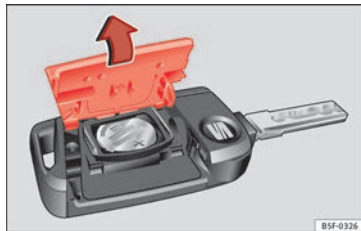

Abb. 127 Fahrzeugschlüssel: Deckel des Batteriefachs öffnen.
- Abdeckung auf der Rückseite des Fahrzeugschlüssels » **Abb. 127** in Pfeilrichtung abnehmen » **🔑**.
» **Abb. 127** und entgegen der Pfeilrichtung auf das Fahrzeugschlüsselgehäuse drücken, bis sie einrastet.